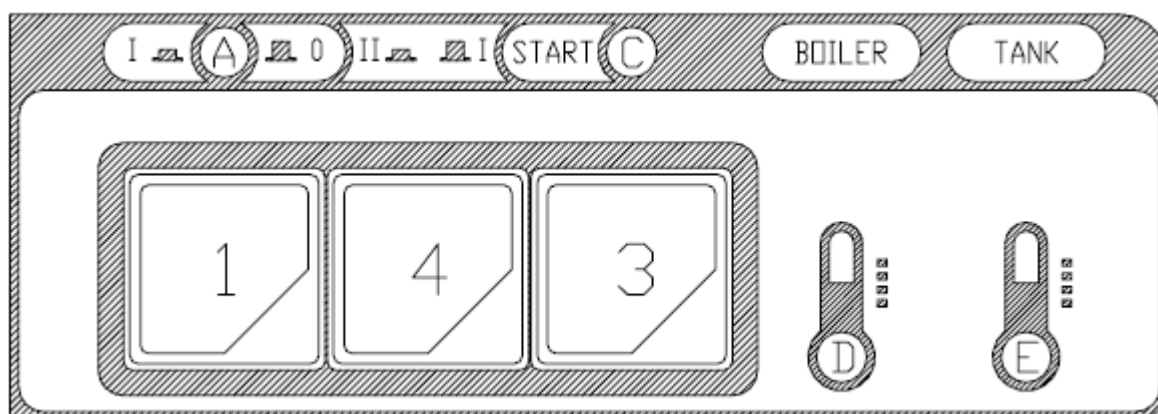

Рис. 3-2
- Когда цикл наполнения водой завершен, откройте дверцу (I) и добавьте моющее средство (около 2 граммов на 1 литр объема бака). Установите заполненную кассету (L) и закройте дверцу (I). Выберите соответствующий цикл мойки, нажав на кнопку (4) (короткий цикл (II) – кнопка нажата, длинный цикл (I) – кнопка не нажата). Теперь нажмите кнопку запуска (3), и цикл мойки, обозначенный световым индикатором (C), начнется. Когда цикл закончится, световой индикатор погаснет. Для выключения оборудования нажмите выключатель (1) в положение «0». Световой индикатор (A) обозначает, что оборудование выключено (рис. 3-2÷ 3-3).